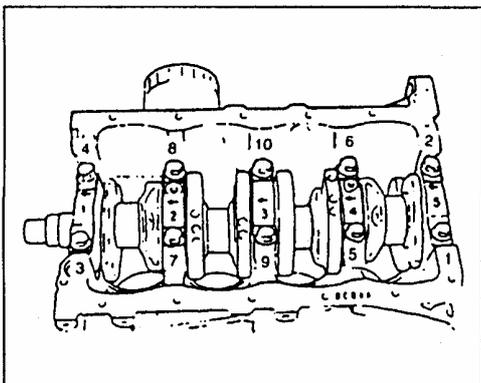

Рис. 148
- 9) Выверните болты крышек коренных подшипников (в порядке, показанном на рисунке (Рис. 148)) и снимите крышки.